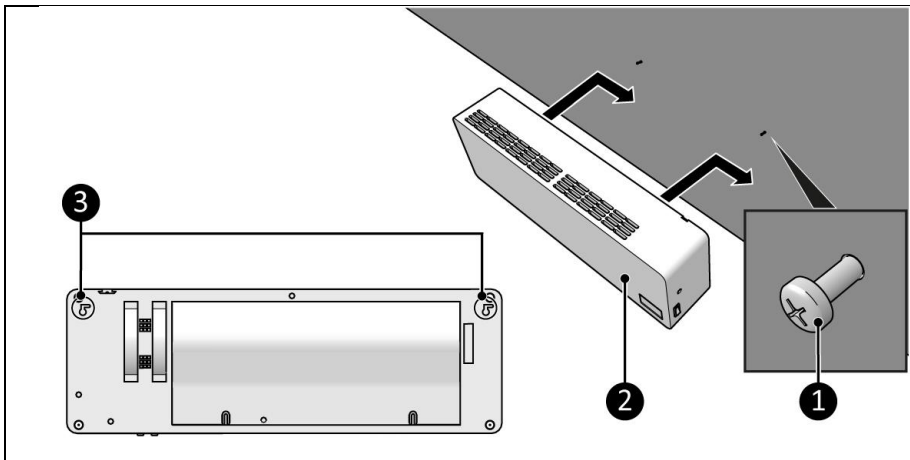

Figure 8
7. Placez l'appareil avec les trous de montage (figure 8, pos. 3) sur les vis (figure 8, pos. 1).
8. Faites glisser l'appareil (figure 8, pos. 2) vers le bas et vers la droite.